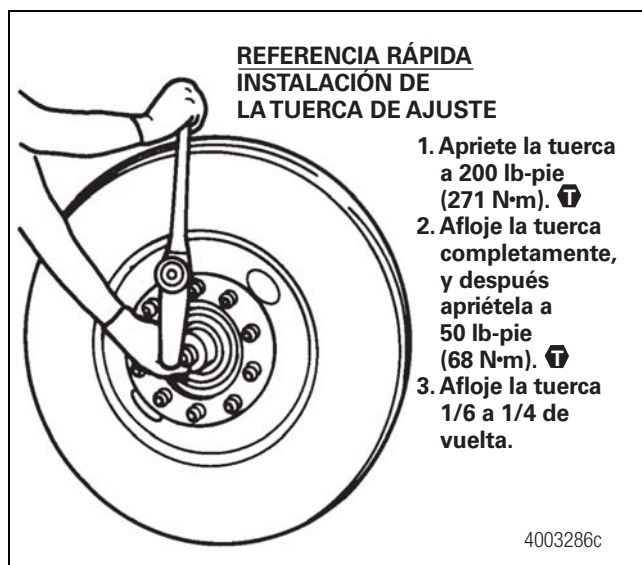

Figura 10.5
1. Instale la tuerca de ajuste de modo que el pasador de la tuerca apunte en dirección opuesta al equipo del extremo de rueda. Apriete la tuerca a 200 lb-pie (271 N•m) mientras gira el conjunto de la maza. Figura 10.5. 🛠